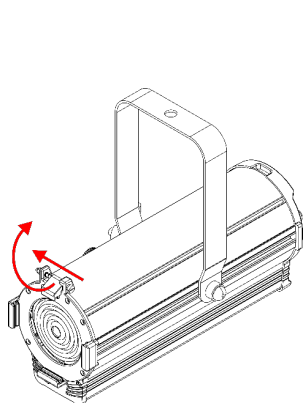

Fig. 10
- 01) Poussez la **vis à ressort (09)**, soulevez en même temps le **clip pour cadre de couleur (08)** et basculez-le vers l'arrière (voir fig. 10).